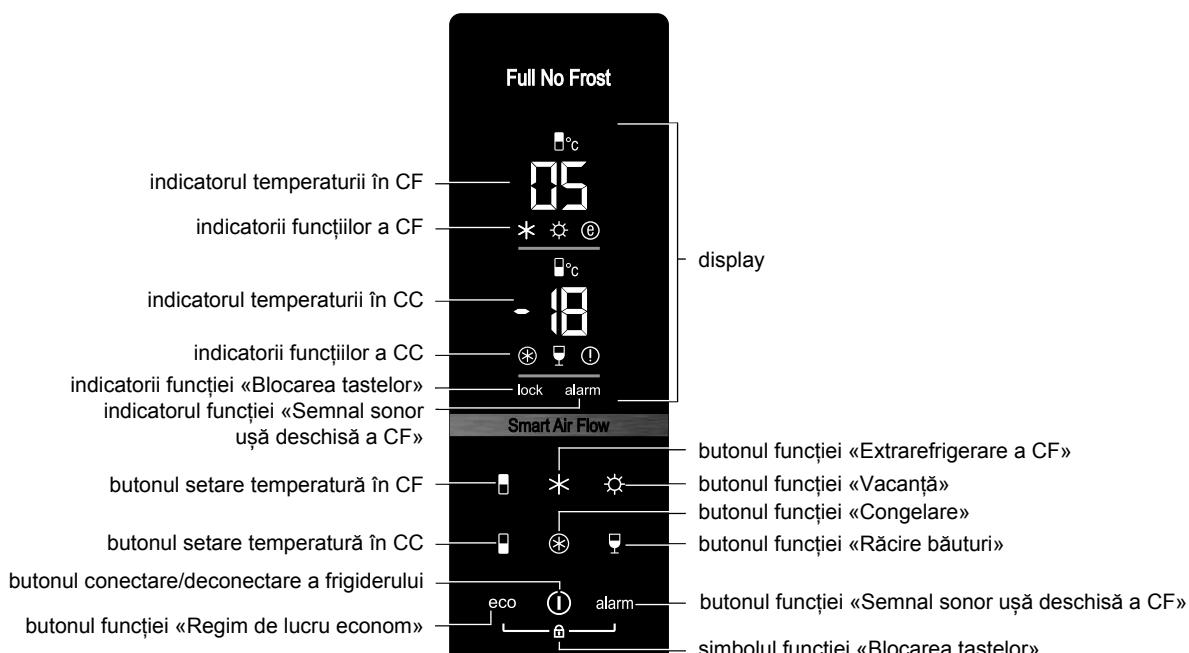

Figura 3 – Panoul de control
1.3 Pe ușa frigidierului se află panoul de control după cum este indicat în figura 3, care vă permite să setați temperatura în compartimente, să porniți/opriți frigidierul, să activați funcții, și care vă furnizează o indicare luminioasă pe display.
2.3 Display-ul arată indicatorii de funcționare a frigiderului (prezentate demonstrativ în figura 3). Indicatorii afișează temperatură selectată și indică activarea funcțiilor.
3.3.1 Fiecare funcție este pornită prin atingerea butonului corespunzător – indicatorul funcției se aprinde pe display după cum este prezentat în figura 3. Când butonul este atins din nou, indicatorul se stinge, funcția este oprită.
3.10.1 Pentru a porni funcția trebuie să atingeți simultan tastele «eco» și «alarm» și menținută atingerea timp de 3 secunde (în figura 3 este demonstrat simbolul ⑤). Pe display se va aprinde indicatorul «lock» și toate tastele panoului de control vor fi blocați în afară de tastele «eco» și «alarm».